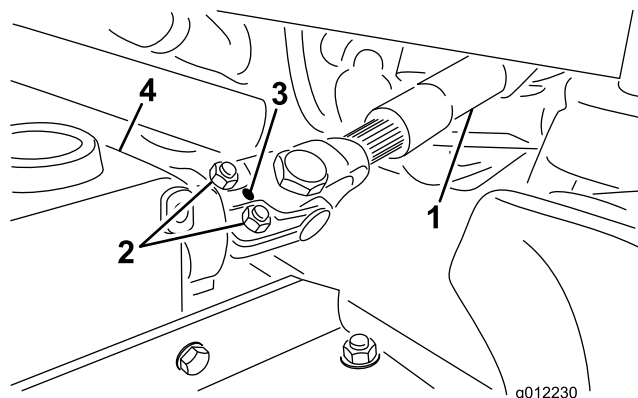

Figure 6
1. Insérez l'arbre de PDF mâle dans l'arbre de PDF femelle (Figure 6). Placez les trous de montage de l'arbre d'entrée du boîtier d'engrenages en face des trous de l'arbre de PDF, et réunissez-les.
2. Fixez-les ensemble avec une goupille cylindrique (Figure 6).
3. Serrez les boulons et écrous (Figure 6).